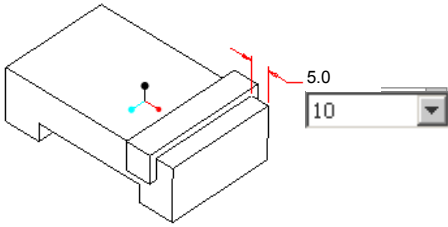
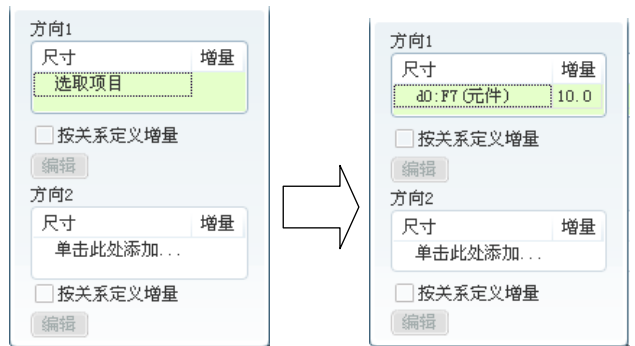

图 7.5.8 选取尺寸
图 7.5.9 “尺寸”界面
Step3. 系统提示 **选取要在第一方向上改变的尺寸。**，选取图 7.5.8 中的尺寸 5.0。
Step4. 在出现的增量尺寸文本框中输入值 10.0，并按 Enter 键，如图 7.5.8 所示。也可单击阵列操控板中的 **尺寸** 按钮，在弹出的图 7.5.9 所示的“尺寸”界面中进行相应的设置或修改。